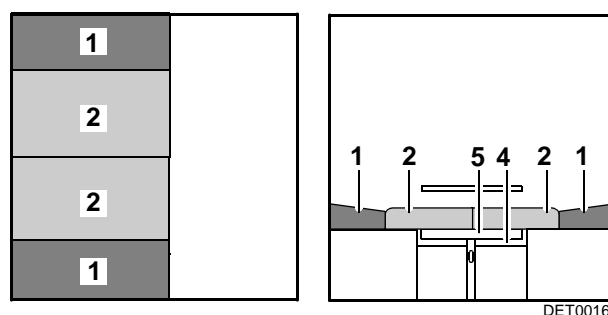

Fig. 59 Après la transformation
- Tirer les coussins d'assise (Fig. 59,2) vers le centre.
- Placer les coussins de dossier (Fig. 59,1) entre les coussins d'assise et la cloison.